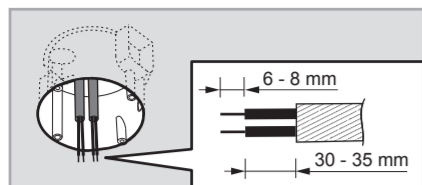

图 8
4.4.1.2 从欧洲标准接线盒中拉出交流电缆，然后剥去 6 - 8 mm 电缆包皮，用于布线（见图 8）。